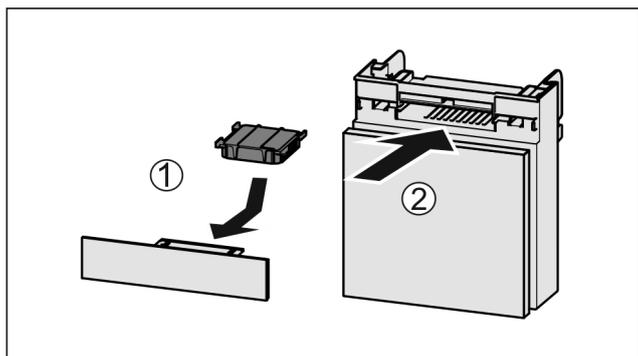

Fig. 186
- ▶ Introduzca el compartimento Fig. 186 (2).